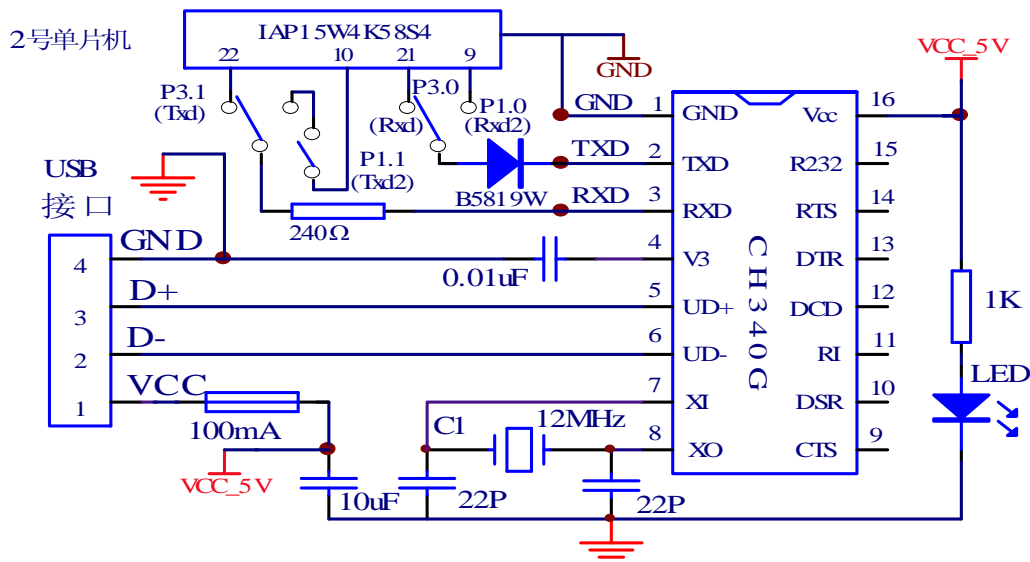

图 1-8 2 号单片机串口下载与双串口实验电路
5、2 号单片机串口下载与与双串口实验电路如图 1-8 所示。